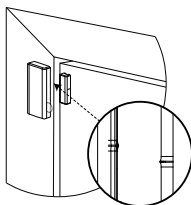

Figure 3: Device and magnet position on door and door frame
porte ou de la fenêtre, alignés sur les repères. Voir la Figure 3.
3. Vissez le socle de l'aimant sur la porte, en prenant soin de l'aligner sur le récepteur. Voir la Figure 3. **REMARQUE:** Pour plus d'informations sur l'alignement, voir *Positions courantes de l'interrupteur magnétique*.